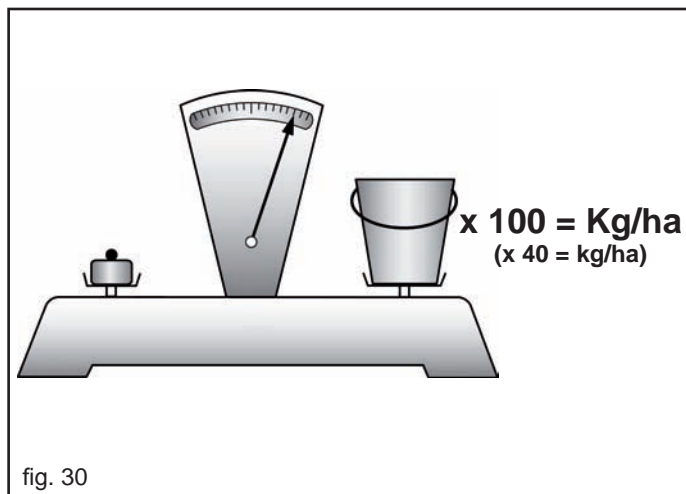

fig. 30
- 7) Die in den Sammelbehältern gesammelte Saatgutmenge wiegen und unter Bezug auf die durchgeführten Drehungen mit 100 oder 40 multiplizieren. Das Ergebnis ist die in Kilogramm pro Hektar ausgestreute Saatgutmenge (Abb. 30).
Die in den Schalen gesammelte Samenmenge wiegen und mit 100 oder 40 multiplizieren, je nach hinterlegter Strecke in Metern, der so erhaltene Wert ist die verteilte Menge in Kilogramm pro Hektar (Abb. 30).